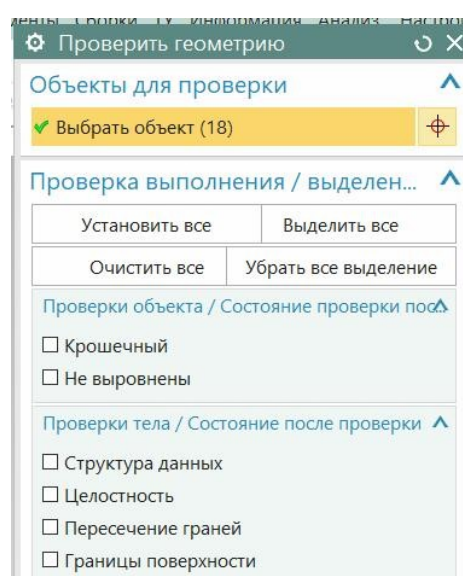
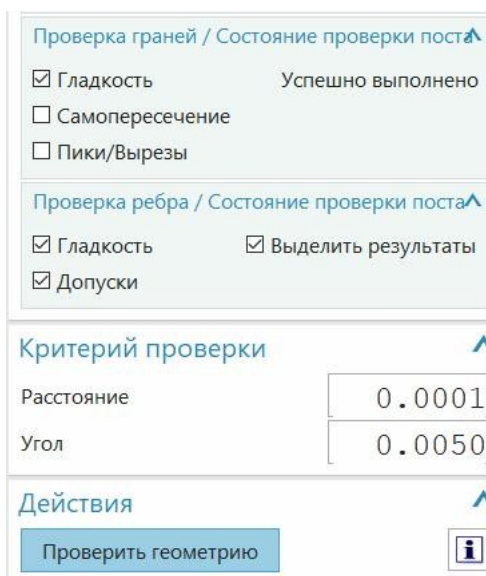

Рис.122
рис.123
- По команде «**Проверить геометрию**» система предоставит большое диалоговое окно (рис.122 – верх; рис.123 – низ). В этом окне пользователь может сначала предложить некоторые стандартные проверки: *самопересечение граней, гладкость ребер, гладкость поверхностей, нахождение крошечных элементов* и пр. А потом выполнить эти проверки с указанными допусками.